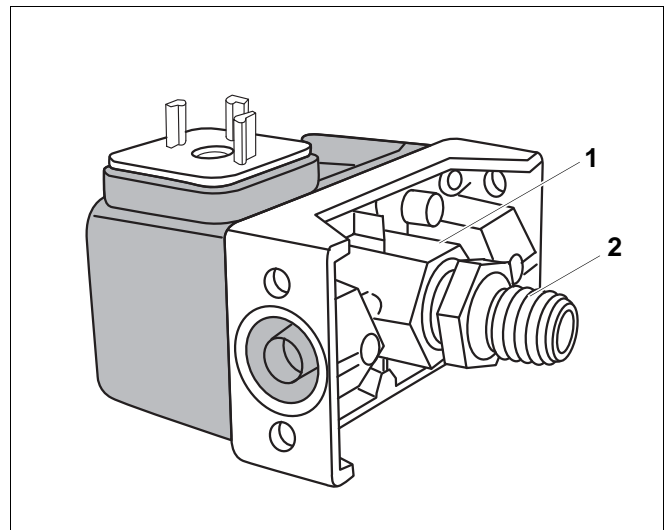

Рис. 38 Реле контроля давления газа с двойным ниппелем
- Выверните рожковым ключом реле контроля давления газа (рис. 38, **поз. 1**) за двойной ниппель (рис. 38, **поз. 2**).